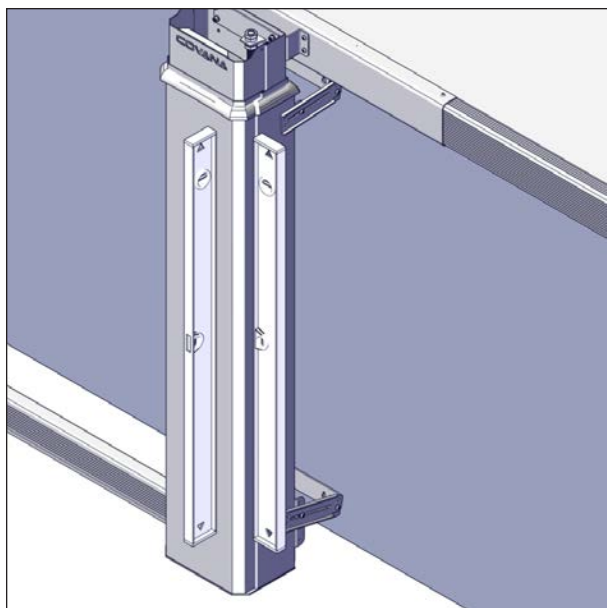

FIGURE 80: AJUSTEMENT VERTICAL DES COLONNES AVEC NIVEAU
22. Utiliser un niveau de 48 po de longueur pour s'assurer que les 4 colonnes télescopiques soient parfaitement verticales, voir Figure 80.
25. Vérifier si les colonnes télescopiques sont encore parfaitement de niveau dans les 2 axes. Sinon, desserrer les bras de montage et repositionner les manchons correctement. Utiliser le manchon externe comme référence. Utiliser un niveau de 122 cm (48 po), voir Figure 80.